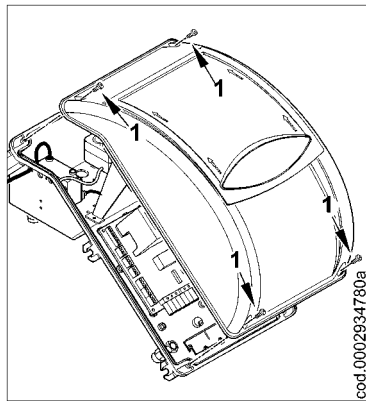
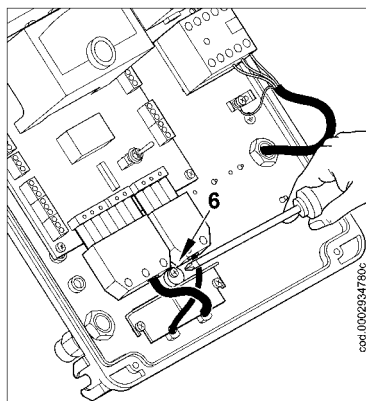

Figura 1
Figura 3
- 1) Quitar la tapa quitando los 4 tornillos (1) de la figura 1, sin quitar la tapita transparente. De esta manera se puede acceder al cuadro eléctrico del quemador.
- 2) Aflojar los tornillos (2) y después de haber quitado la plaquita que aprieta los cables (3), pasar las dos clavijas de 7 y 4 polos (véase la figura) por el agujero. Conectar los cables de alimentación (4) al interruptor, fijar el cable de tierra (5) y apretar los sujetacables en cuestión.
- 3) Volver a poner la plaquita sujeta cables como indica la figura 3. Girar la excéntrica (6) de manera que la plaquita ejerza una adecuada presión en los dos cables y luego apretar los tornillos que sujetan la plaquita. Por último conectar las dos clavijas de 7 y 4 polos.